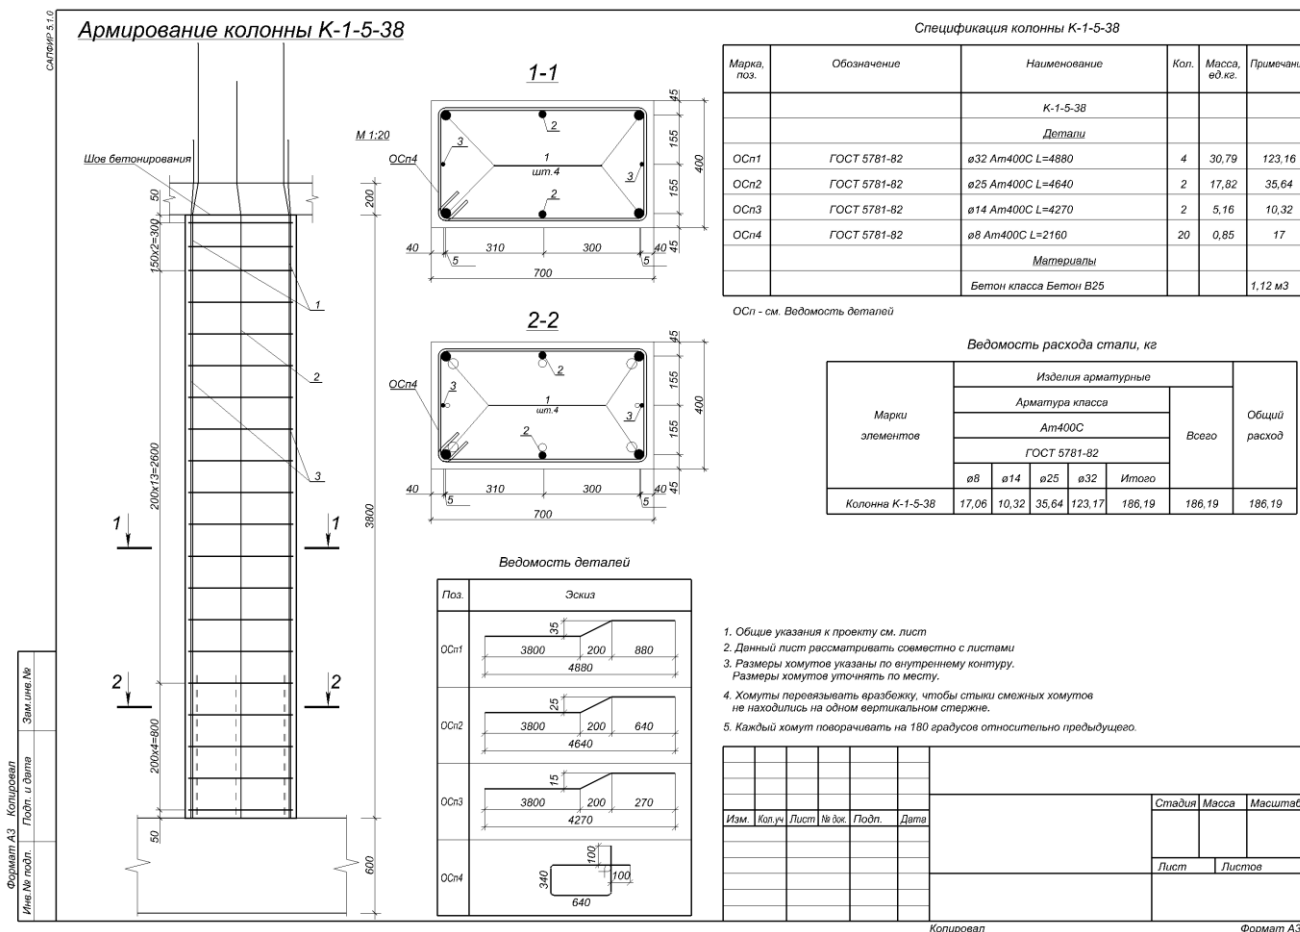

Рис.7.22. Чертеж армирования колонны
- В диалоговом окне **Виды** щелкните по строке  **К-1-5-38** в папке **Сборочные узлы** и удерживая нажатой левую кнопку мыши, затяните модель армирования колонны на лист (рис.7.22).